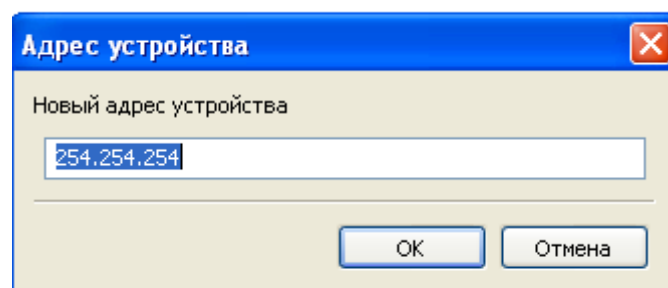

Рисунок 9. Окно "Адрес устройства"
- кнопка **«Установить адрес...»**. В режиме работы «По широковещательному адресу» позволяет установить сетевой адрес СИ. Для установки адреса необходимо нажать кнопку "Установить адрес ..." и в открывшемся окне ввести новый адрес - три группы цифр по три цифры в каждой группе, разделенных точкой [5] (Рисунок 9). Диапазон значений в каждой группе - от 002 до 254. Кликнуть "Ок". Новый адрес будет записан в энергонезависимую память СИ. При этом параметру «дата корректировки параметров» автоматически присваивается значение текущей даты. В режиме работы Программы «По заданному адресу» кнопка «Установить адрес ...» неактивна;